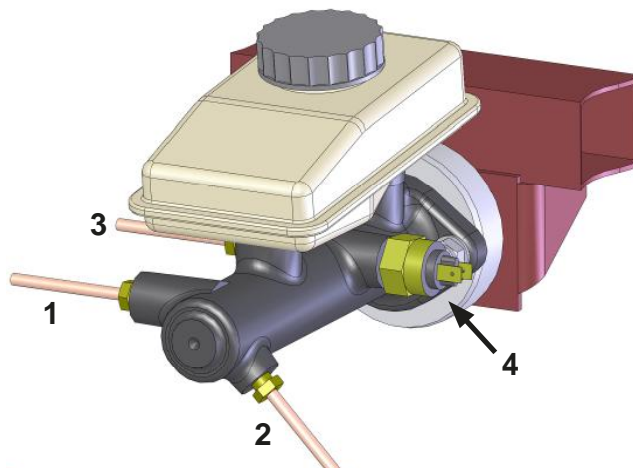

Fig. 1
- It is important that the two metal lines that go to the front wheel are threaded in the end of the master cylinder farthest away from the plunger. The rear line and the switch should go into the holes closest to the master cylinder push rod. Note the brake switch will now be coming out of the side of the master instead of the nose of it. See Fig.1
- Achten Sie darauf, dass die beiden Bremsleitungen der Vorderachse an die, in Fahrtrichtung, hinteren beiden Anschlüsse (1) und (2) des Hauptbremszylinders kommen. Die Leitung der Hinterachse und der Bremslichtschalter kommen an die, in Fahrtrichtung, vorderen Anschlüsse (3) und (4). Beachten Sie, dass der Bremsschalter jetzt an der Seite des Hauptschalters statt an der Nase herauskommt. Siehe Fig.1